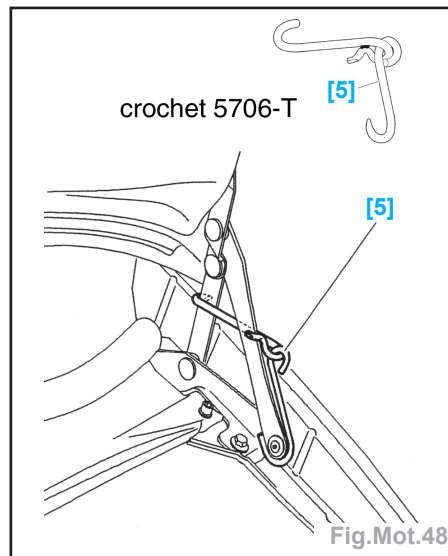

Fig.Mot.48
- Positionner le capot verticalement à l'aide de l'outil [5] (Fig.Mot.48).
- Positionner le capot verticalement (Fig. Mot.48).